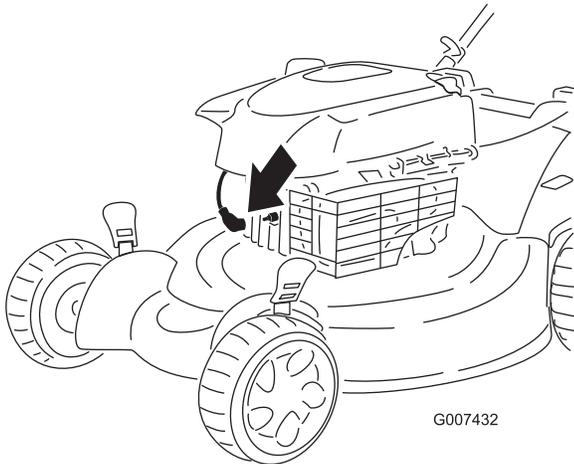

Figure 38
2. Débranchez le fil de la bougie (Figure 38) avant de procéder à un quelconque entretien.